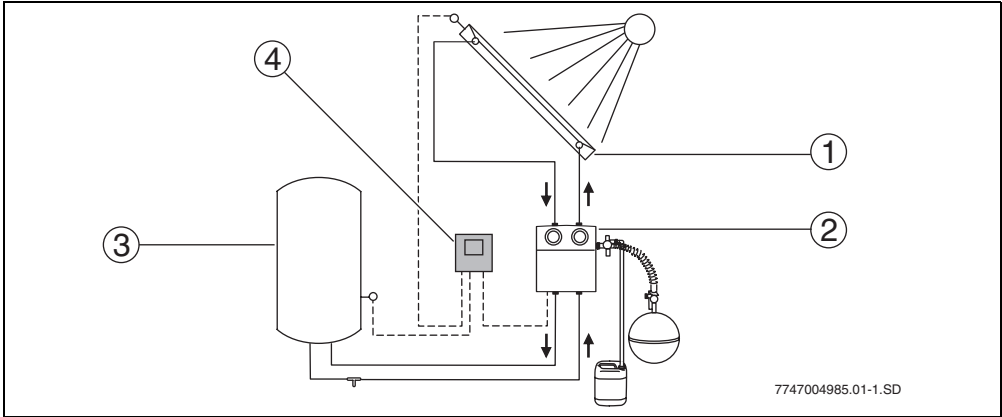

Fig. 30 Esquema do sistema
Quando a diferença de temperatura ajustada ente o campo de colectores (→ Fig. 30, pos. 1) e o termoacumulador solar (→ Fig. 30, pos. 3) é ultrapassada, a bomba no grupo de circulação é activada.